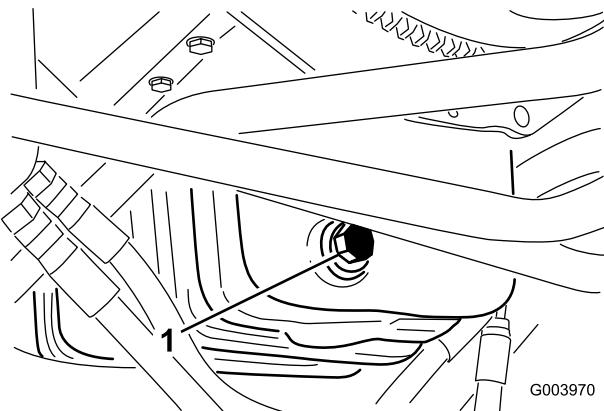

Рисунок 52
- Снимите сливную пробку (Рисунок 52) и дайте маслу стечь в сливной поддон.